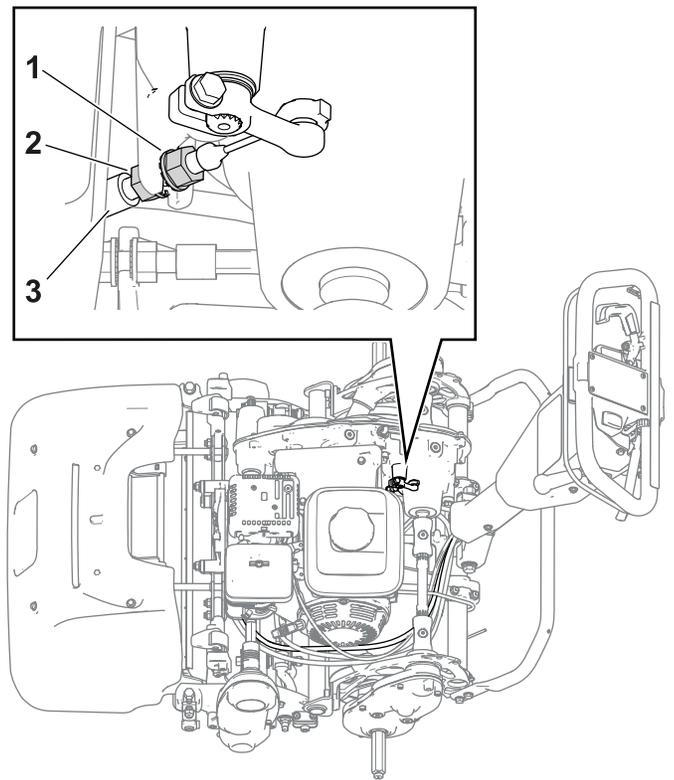

図 33
- ケーブルの張りを強くするには、ケーブルの前ジャムナットをゆるめて後ジャムナットを締める図 33。必要に応じて上記ステップ2を繰り返して再調整する。
- ケーブルの張りをゆるくするには、ケーブルの後ジャムナットをゆるめて前ジャムナットを締める図 33。必要に応じて上記ステップ2を繰り返して再調整する。